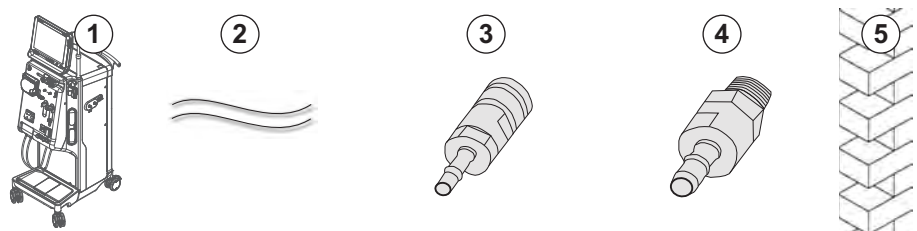

Fig. 4-7 Conectores Aquaboss para suministro centralizado de concentrado
- Conexión hembra para concentrado (Fig. 4-7, ③) (lado del equipo), material 1.4529 EPDM
- Boquilla de cierre macho para concentrado AISI 316L (④), lado de la pared), material 1.4529 EPDM
1. Conectar el acoplamiento hembra para concentrado ③ al tubo de suministro central de concentrado ② procedente directamente del equipo.
2. Conectar el acoplamiento hembra para concentrado ③ a la boquilla de cierre macho para concentrado ④ fijada en la pared.